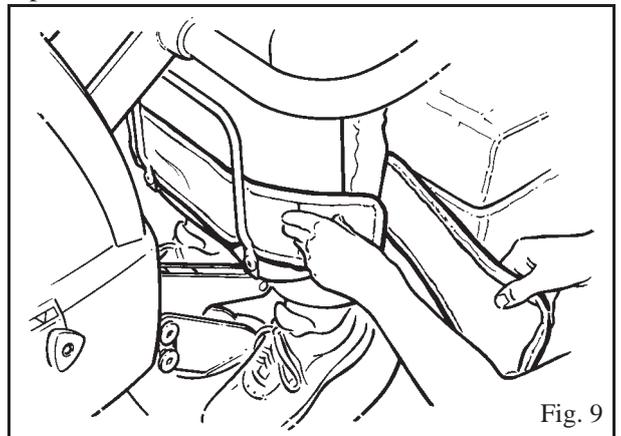

Fig. 9
3. Sobreponha e pressione as correias da parte inferior das pernas para que o velcro se feche. (Consulte Fig. 9)